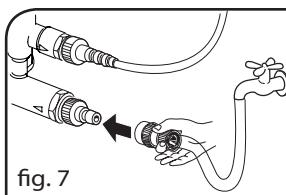

fig. 7
3. Assemblez le tube d'alimentation de l'eau à l'entrée de la pompe (Max.10 bar, température max.40°C) (fig.7).